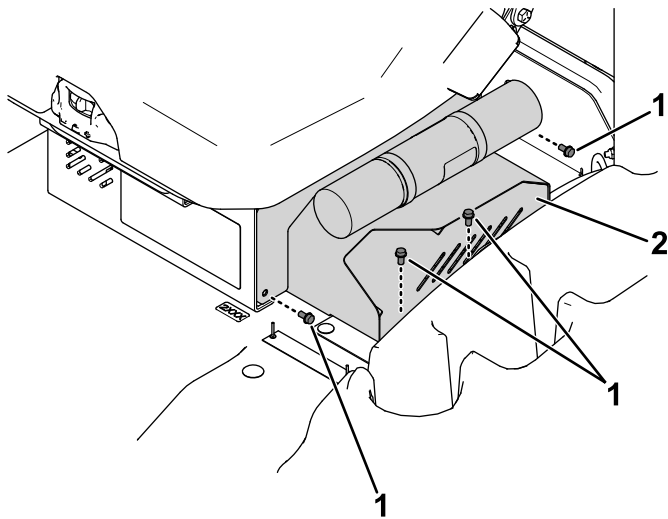

Bild 14
2. Entfernen Sie die Abdeckung des Ladekabels (Bild 14).
3. Bringen Sie die Abdeckung des Ladekabels an (Bild 14).